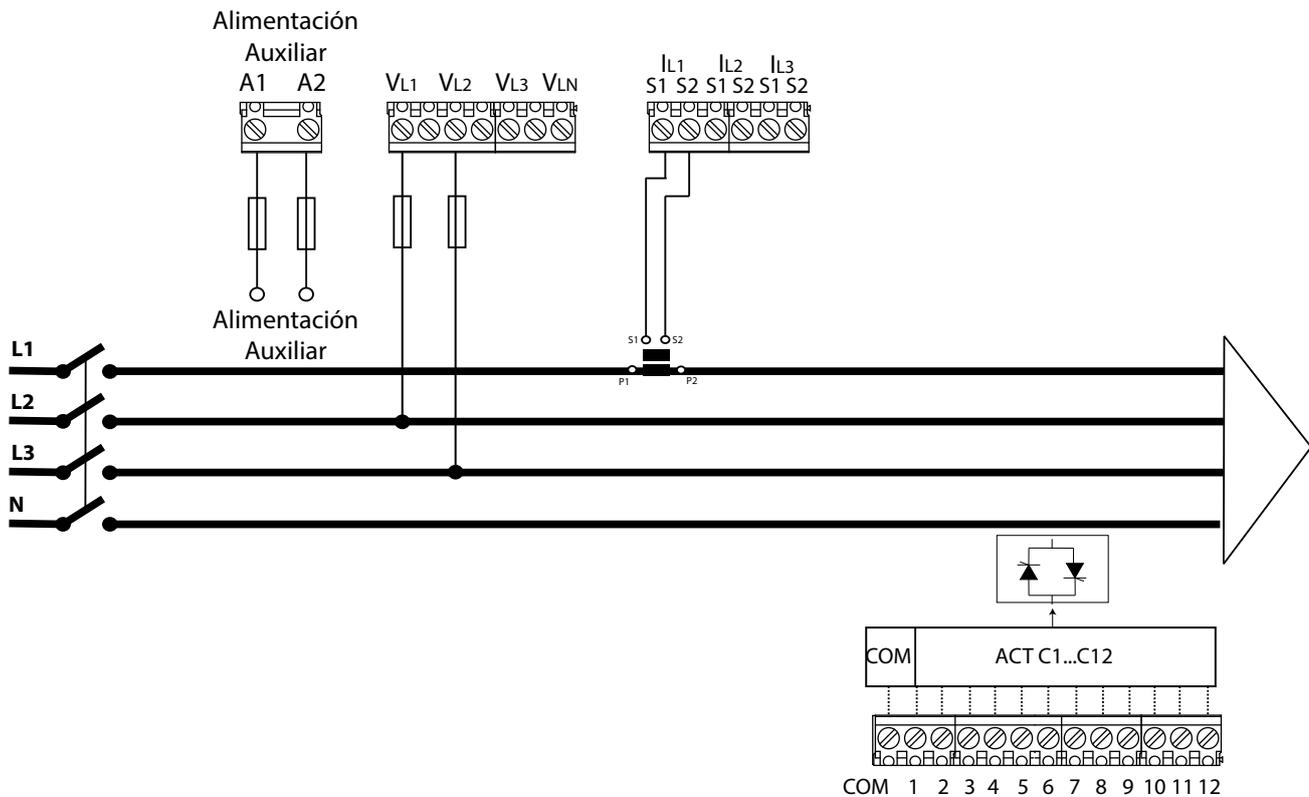

Figura 8: 2 tensiones y 1 corriente, modelo Computer SMART III FAST 12.
**Nota :** La alimentación auxiliar puede conectarse Fase-Neutro ( como en la Figura 8) o Fase-Fase, siempre y cuando no se exceda el rango de alimentación ( ver “6.- CARACTERÍSTICAS TÉCNICAS”).